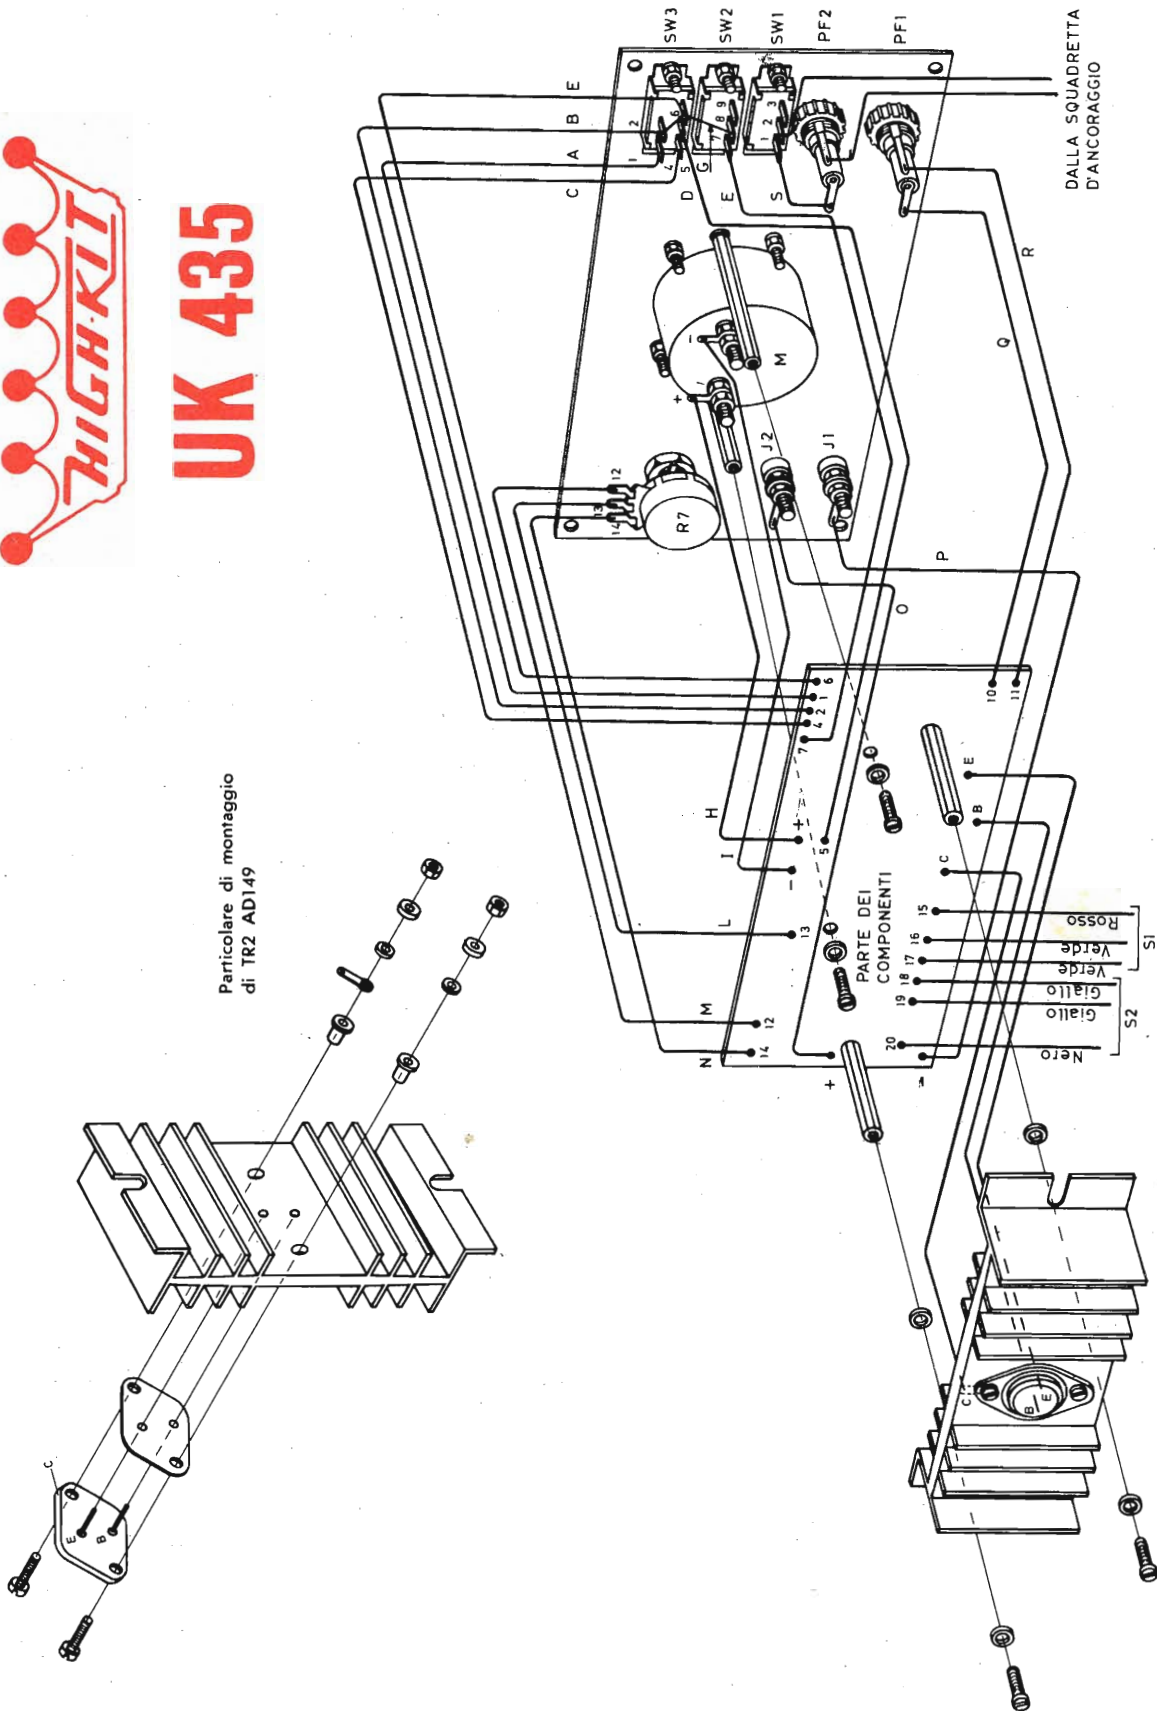

Fig. 3 - Disegno esplosivo di cablaggio.
- Montare i due distanziatori esagonali di 30 mm di lunghezza con rondella e dado da 3 mm (fig. 3) nei fori inferiori del circuito stampato dalla parte bachelite.
## 2ª Fase - Pannello frontale - Montaggio delle parti staccate - fig. 3